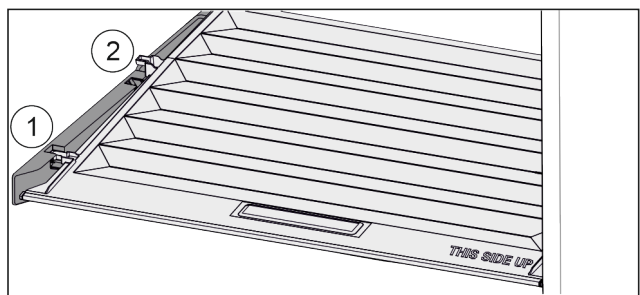

Fig. 59
- Tirer le couvercle vers l'avant jusqu'à l'orifice des pièces de retenue Fig. 59 (1).
- Le soulever par le bas à l'arrière et le sortir par le haut Fig. 59 (2).